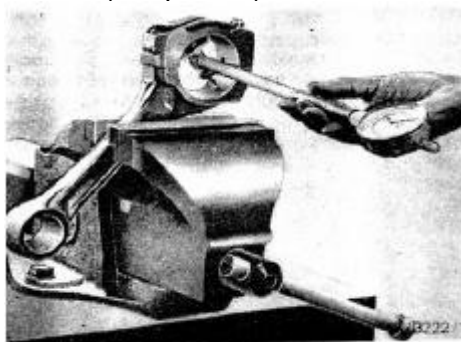

РИС. 35
8) Проверьте посадочное отверстие нижней головки и запишите показания на контрольном листе-3 (рис. 35).